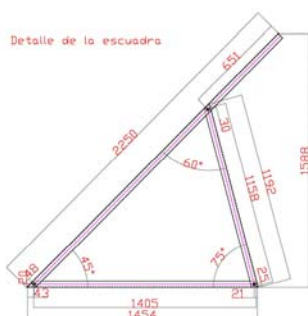

Figura 1
1. Monte primeramente los triángulos de apoyo. Figura 1.